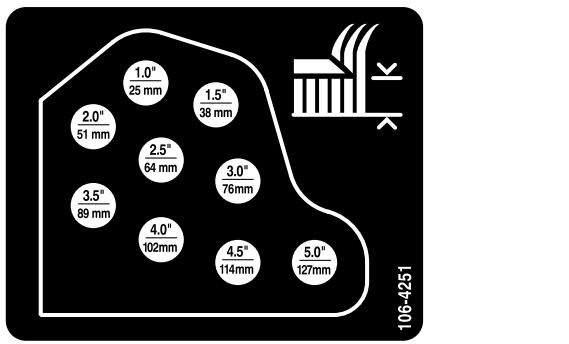

Figura 18
10. Monte as correias da altura de corte no orifício da altura de corte desejada com o contrapino e pino de segurança (Figura 18).